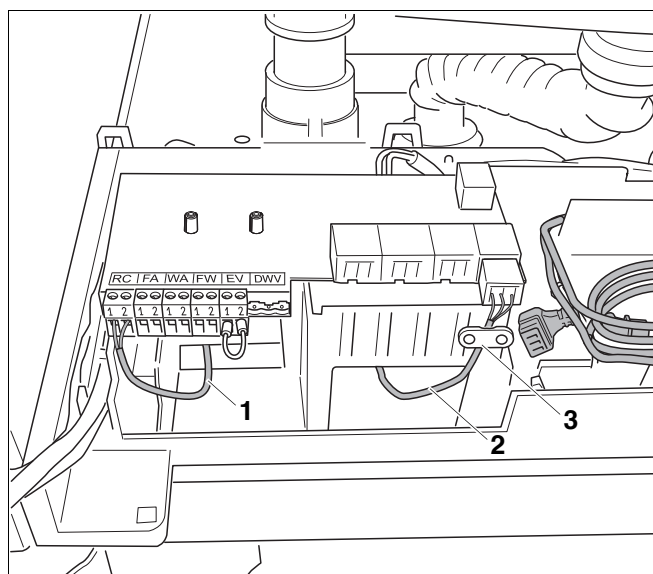

Рис. 25 Прокладка кабеля
- Кабели для низковольтных подключений вводить через отверстие с левой стороны (рис. 25, поз. 1).
- Кабели для подключений 230 В вводить через отверстие с правой стороны (рис. 25, поз. 2).
- Закрепить кабель для подключений 230 В с помощью предохранителей от натяжения (рис. 25, поз. 3).